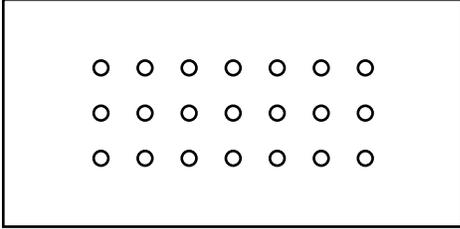
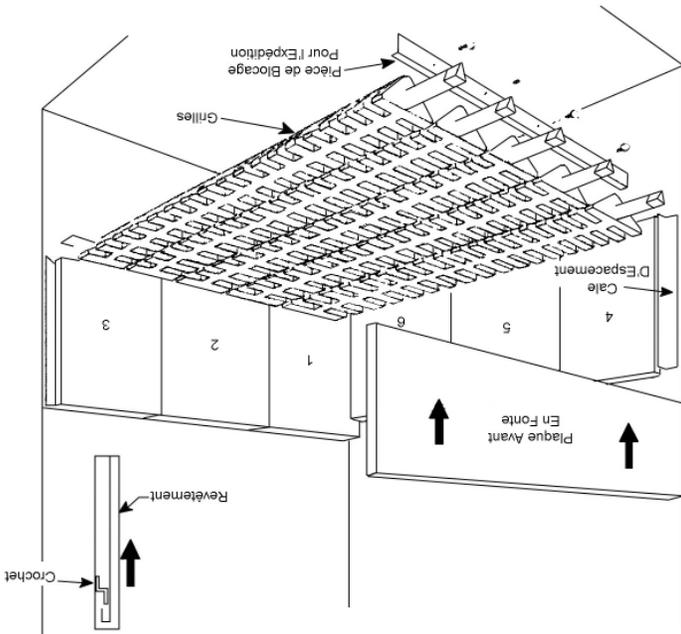
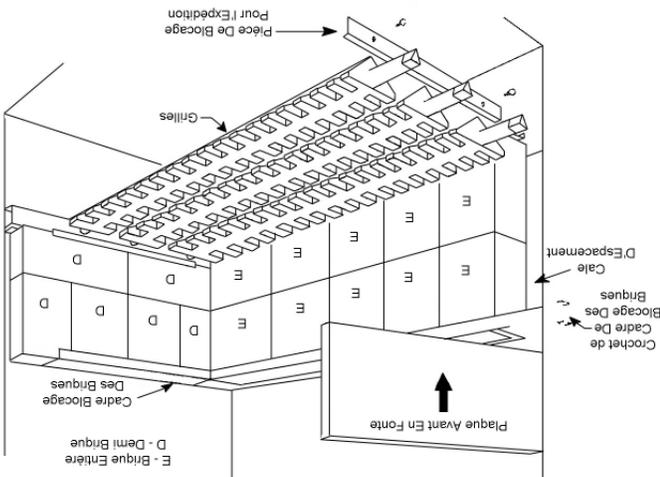
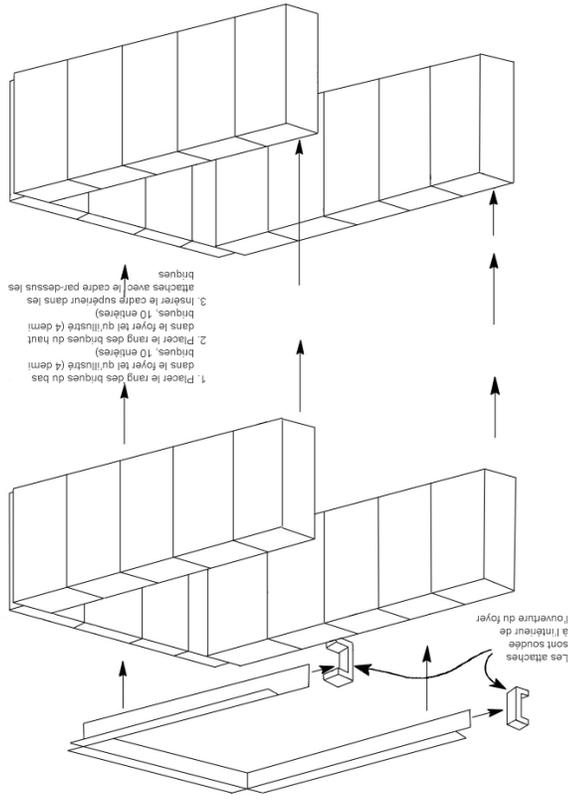

FIG. 10B
FIG. 10A
FIG. 9B - CL86-96C
FIG. 9A - CL115C-170C
- Placer les briques dans le foyer selon le Fig. 10A pour les modèles CL86-96C, selon le Fig. 9B pour les modèles CL86-96C et selon le Fig. 9A pour les modèles CL115-170C. Pour installer les grilles de modèles CL86-96C, consulter le Fig. 10A; pour installer les grilles et le revêtement de fonte des modèles CL115-170C, consulter le Fig. 10B.